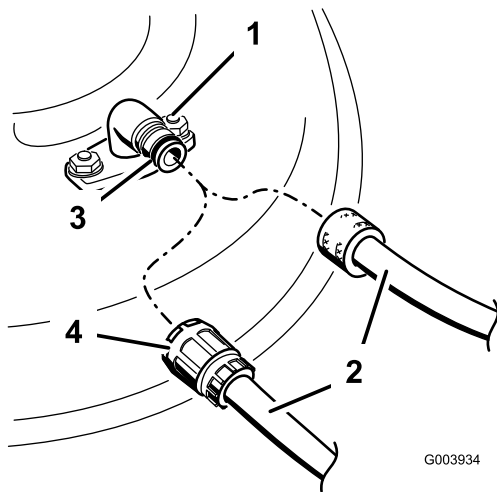

Figure 48
- Branchez un flexible au raccord de lavage et ouvrez l'arrivée d'eau à fond (Figure 48).